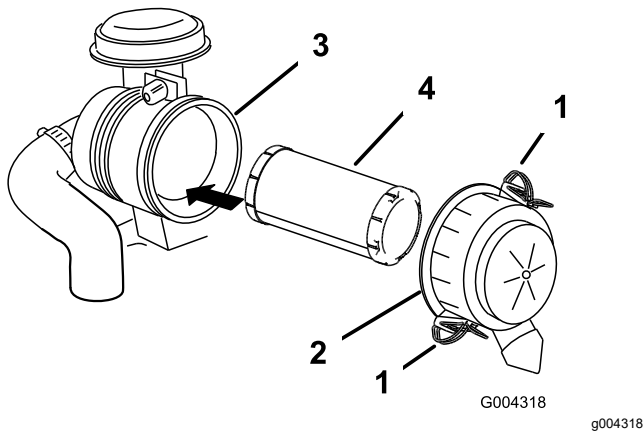

Figure 39
3. Déverrouillez le filtre à air et détachez le couvercle du boîtier du filtre (Figure 39).
5. Sortez l'élément filtrant du boîtier du filtre à air avec précaution (Figure 39).